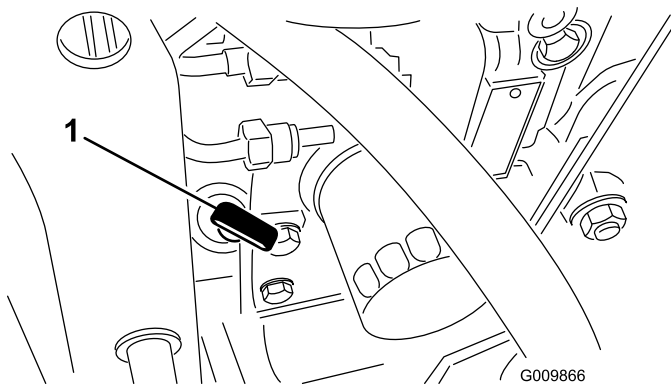

Bild 23
2. Nehmen Sie den Ölpeilstab heraus, wischen ihn ab und stecken Sie ihn wieder ein; achten Sie darauf, dass er ganz eingesteckt ist (Bild 23).